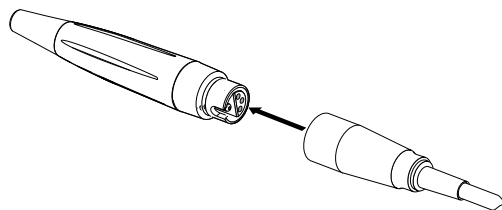

Fig. 4 Enfilage de la pièce à main
5. Raccorder la pièce à main par simple enfilage sur le connecteur du cordon, en alignant les contacts électriques (voir Fig. 4 au-dessus).